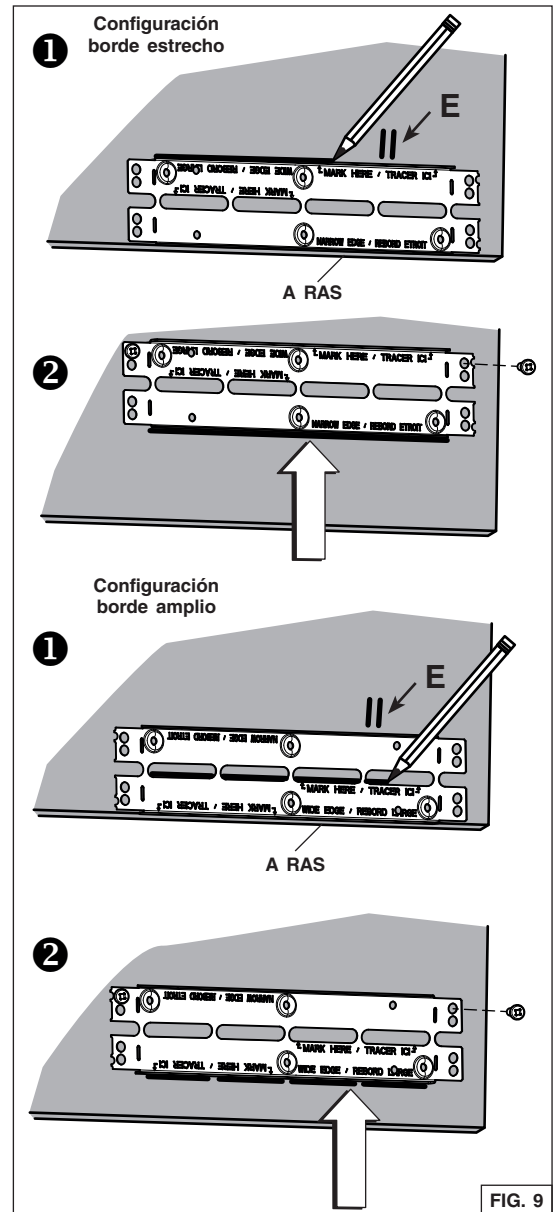

FIG. 9
4. Localizar los ganchos Ease of Install en la unidad (distancia determinada a partir del borde delantero, FIG. 8). Insertar temporalmente la unidad en el gabinete y a la vez que mantiene la unidad, marcar la ubicación de los ganchos Ease of Install (correspondiente a E en FIG. 9 en la página siguiente) en ambos lados del gabinete. Retirar la unidad.
5. Instale los soportes de gabinete como sigue (FIG. 9):
- 1 Coloque el soporte a ras con la parte inferior del panel derecho del gabinete, centrando la marca de la ubicación de los ganchos (E) entre los orificios inferiores en relieve. Para la configuración del borde estrecho, trace una línea encima del soporte. Para la configuración del borde amplio, rase una línea a la base de las ranuras centrales.